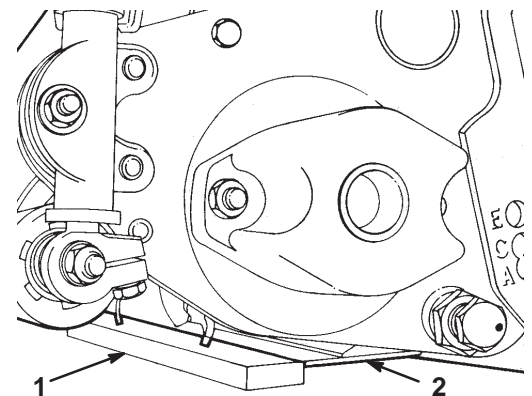

Figure 5
6. Placez une plaque de 6,4 mm d'épaisseur ou plus sous les lames du cylindre, en appui contre le bord avant de la contre-lame (Fig. 5).